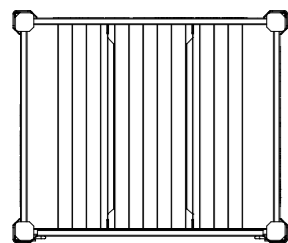

Fig. 1
- La caisse de rangement 120/100 ne doit pas être utilisée si les charges indiquées sur la plaque d'identification sont illisibles (Fig. 1 et Fig. 10).
pour vérifier que rien ne manque, son assise, sa sécurité d'utilisation et son état d'usure. Les produits endommagés doivent être mis au rebut. Les charges indiquées doivent être parfaitement lisibles (Fig. 1 et Fig. 10).